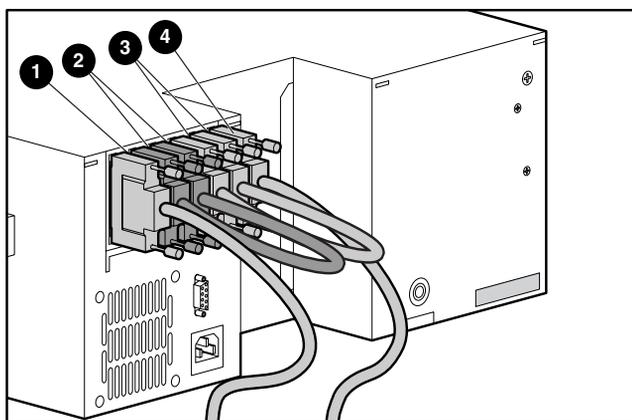

Figura 1. Conexión de los cables a la Minibiblioteca
2. Conecte los cables a la Minibiblioteca como se muestra en la Figura 1.